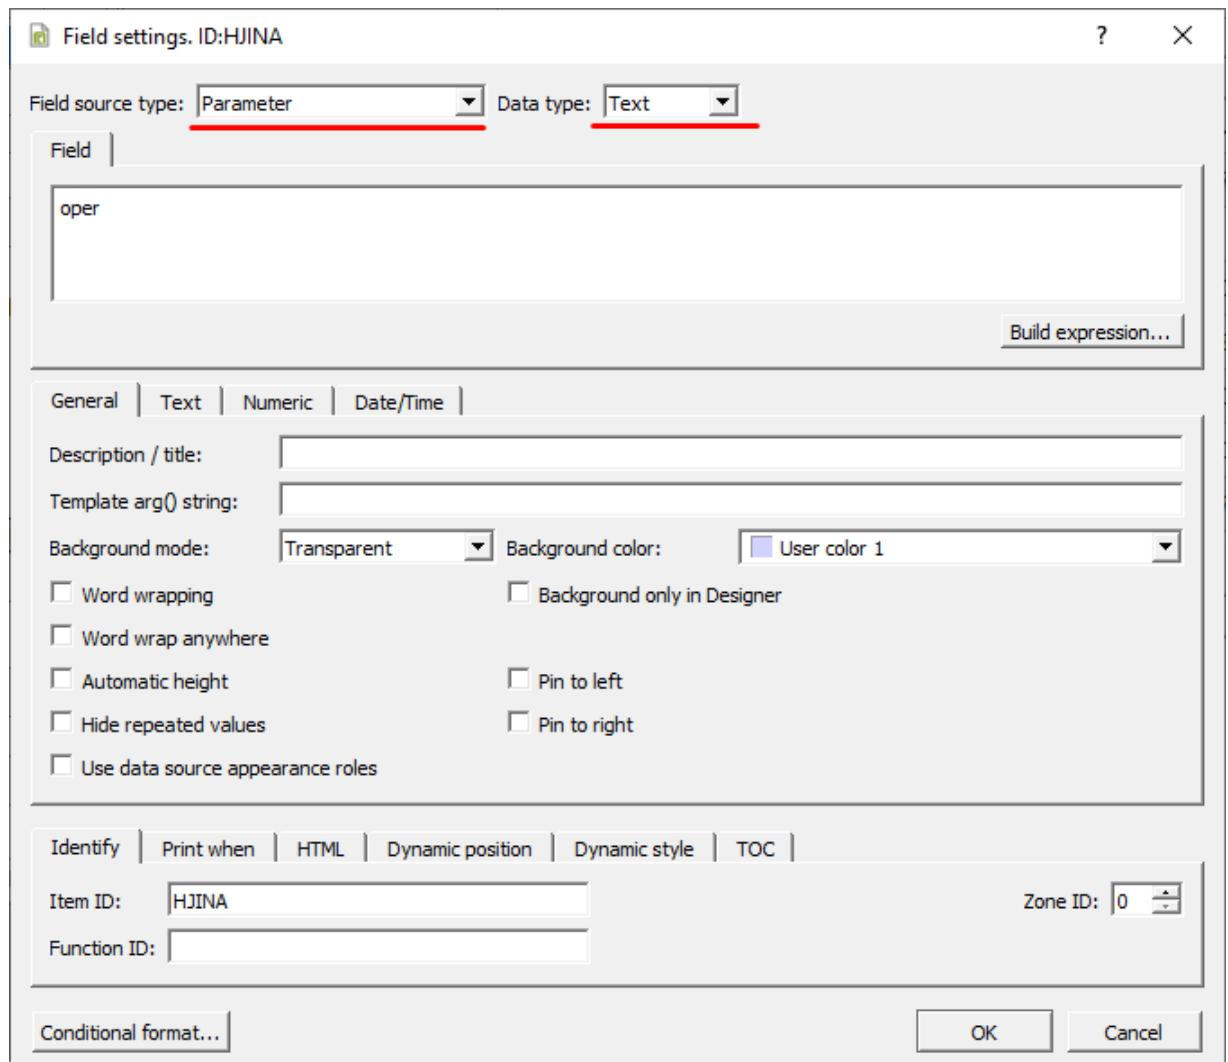

Рисунок 157 - Настройка текстовых данных
4. В графе **Field source type** выберите **Parameter**, в графе **Data type** – **Text** (Рисунок 157).